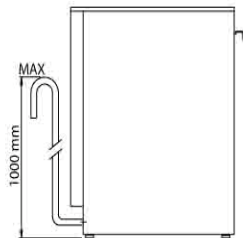

Fig. 7
- Positionner le tuyau de vidange à une hauteur maximale de 1000 mm du plancher. (Fig.7)